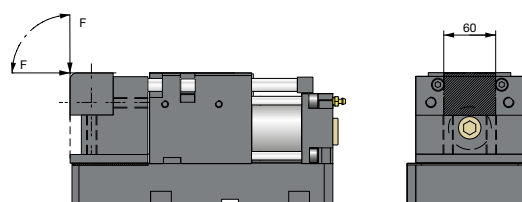

Figura 12c: La zona di applicazione delle forze
La parte operativa dell'utensile operatore, p.es.: le ganasce per la ripiegatura verso l'alto (1), che è proprietà del cliente, deve venir fissata per mezzo di due, oppure di quattro viti da applicare ai fori filettati predisposti (2) (Figura 12c).